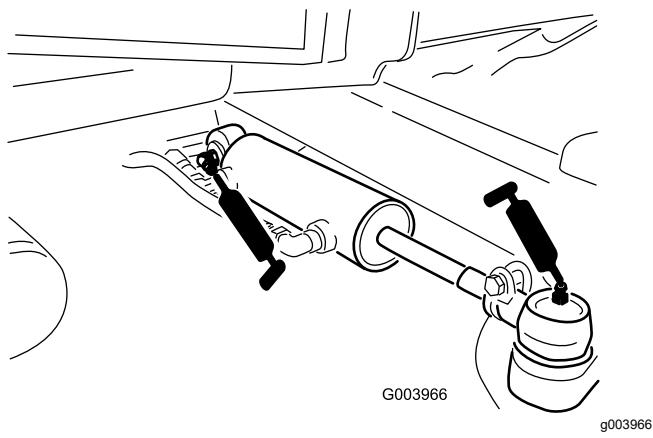

Figure 110
- Rotules de vérin de direction (2) (Figure 110)